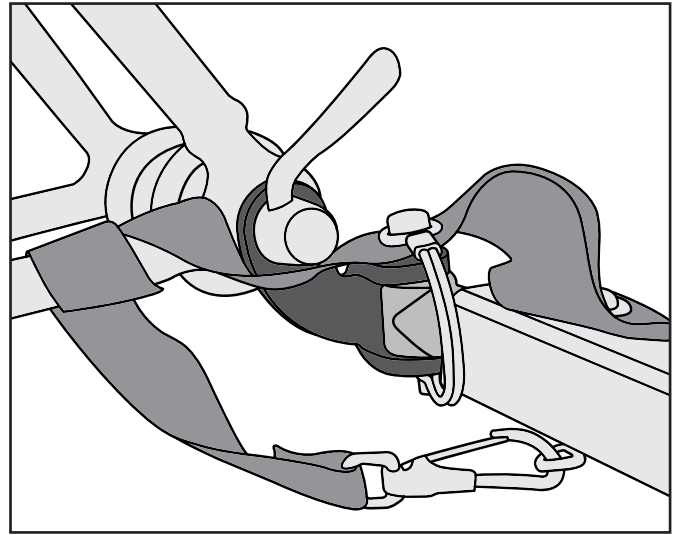

Figure 3
- 2. Hooking the tow bar to the hitch:** Insert flex connector in between the two holes on the hitch. Insert lock pin and close retainer. Wrap safety strap around the frame of the bike twice and latch to the D-ring on the tow bar (Figure 3).
- 2. Ankoppeln der Zugstange an der Anhängerkupplung:** Stecken Sie das flexible Verbindungsstück zwischen die beiden Löcher der Anhängerkupplung. Stecken Sie den Sicherungsstift hinein und schließen Sie die Arretierung. Wickeln Sie den Sicherheitsriemen zweimal um den Fahrradrahmen und befestigen Sie ihn an der Öse an der Zugstange (Abbildung 3).
- 2. Accrochage de la barre de remorquage à l'attelage :** Insérez le raccord souple entre les deux trous sur l'attelage. Insérez la goupille de sécurité et fermez le dispositif de retenue. Enroulez la sangle de sécurité autour du cadre du vélo deux fois et accrochez-la à l'anneau d'arrimage sur la barre de remorquage (Figure 3).